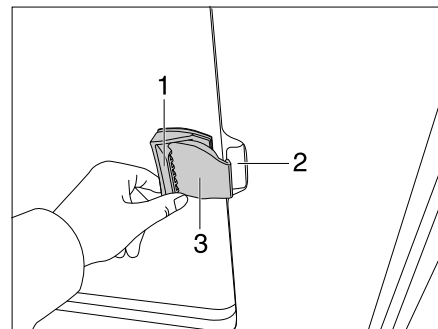

Fig. 69 Fenêtre coulissante sans verrouillage
- Tirer sur le clapet de la poignée (Fig. 69,1) et pousser ou tirer simultanément la poignée vers l'avant.